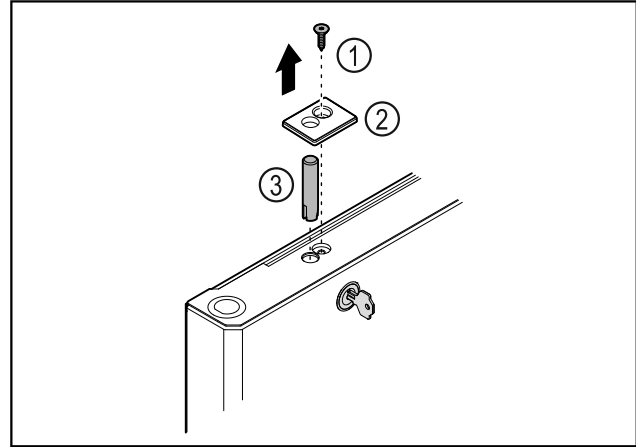

Fig. 38
- ▶ Fjern skruen Fig. 38 (1).
- ▶ Vipp dekselet Fig. 38 (2) ut av stilling med en liten skruetrækker, og ta det av.
- ▶ Trekk ut låsebolten Fig. 38 (3).